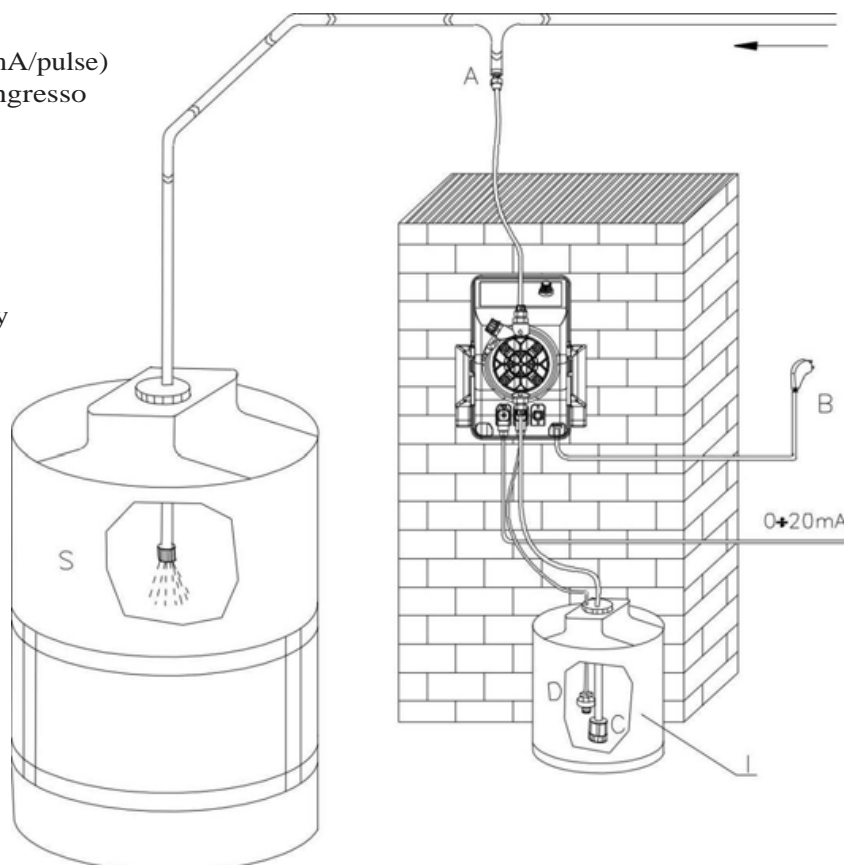

Fig. 17
8.2 - SCHEMA DI IMPIANTO TIPICO (Fig. 17)